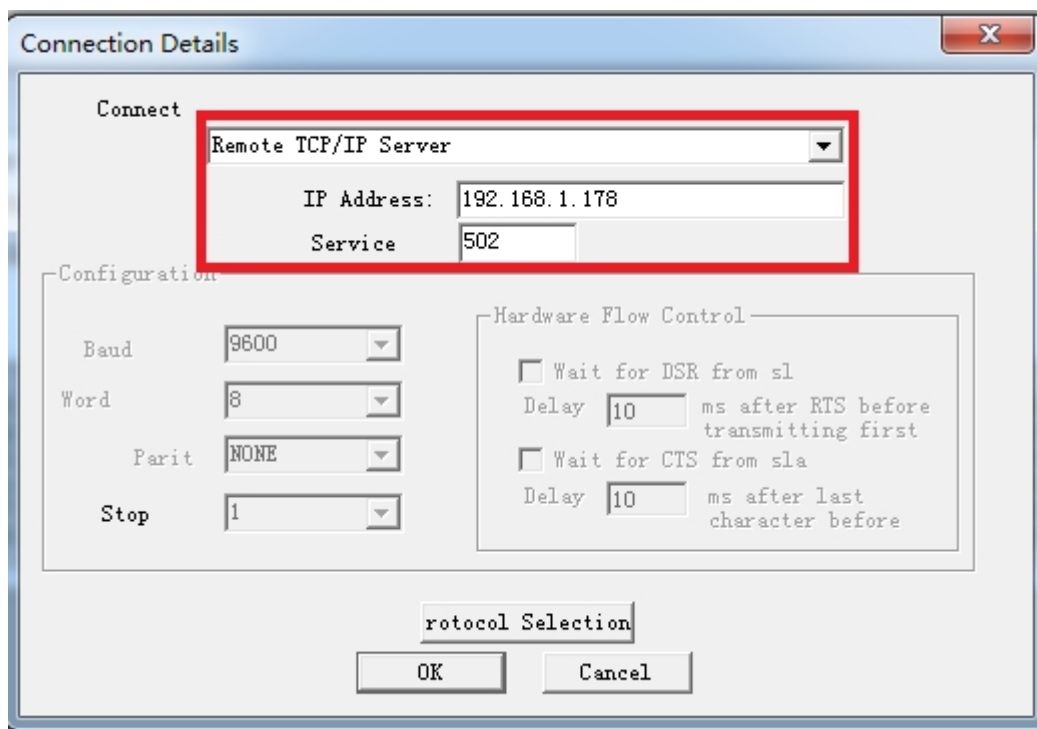

图 1
2. 选择菜单 Connection/Connect, 选择 Remote TCP/IP Server, 输入 TK 6000-CX 的 IP 地址, Service 端口为 502; 点击[OK]按钮, 如图 1 所示。